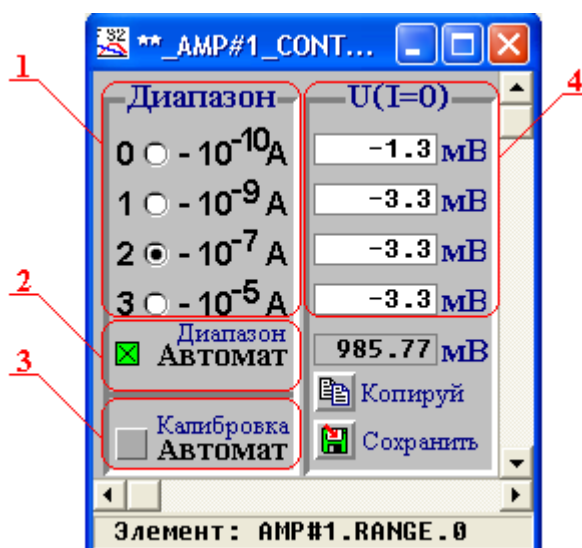

Рисунок 8 –Панель управления электрометрическим усилителем.
2) При включении РК-01 впервые, нужно произвести калибровку нулевых уровней электрометрического усилителя (далее калибровку достаточно проводить 1 раз в месяц). Калибровка проводится с целью правильной «сшивки» результирующей кривой тока ионизационной камеры при переключении диапазонов усилителя. Для этого нужно вызвать панель управления электрометрическим усилителем (см. рисунок 8), нажав на